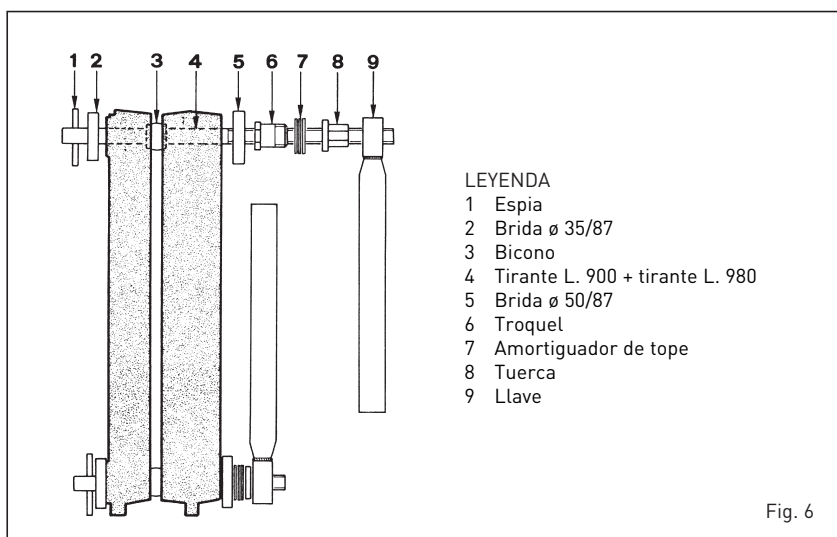

Fig. 6
- Ensamblar los elementos con el apósito kit formado por una pareja de tirantes para el ensamblaje con los relativos accesorios cód. 6050900 (fig. 6), aplicando la presión simultáneamente sobre el bicono superior y sobre el inferior.